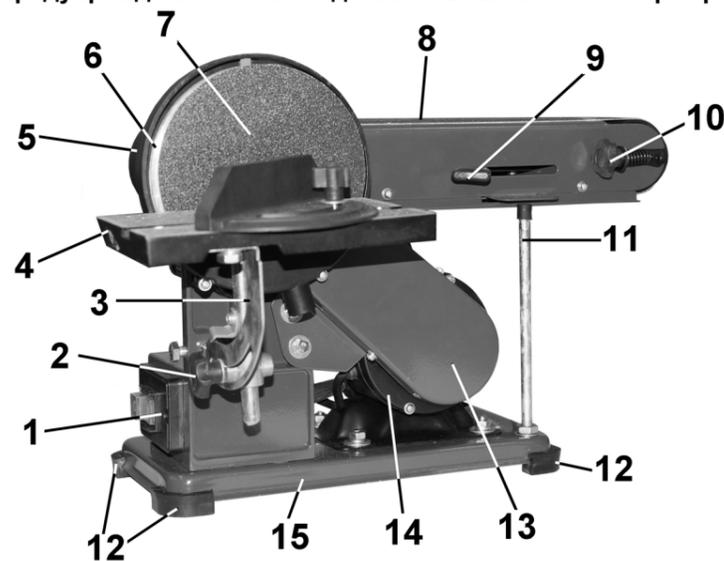

Рис. 2
### 12.1. Смена и регулировка шлифовальной ленты (Рис. 2)
12.1.1. При необходимости установки новой шлифовальной ленты (31) переместите рукоятку (9) в сторону ведомого ролика шлифовальной ленты. Когда шлифовальная лента (31) ослабнет, снимите старую шлифовальную ленту и замените ее новой. Переместите рукоятку (9) в сторону ведущего ролика шлифовальной ленты. Проверьте правильность установки шлифовальной ленты (31) вращением ее вручную в направлении ведущего ролика. Если траектория шлифовальной ленты (31) проходит не по центру, отрегулируйте ее вращением винта регулировки (10), Рис.2. При включении станка шлифовальная лента (31) должна находиться в средней части роликов.
12.3.1. Демонтируйте шлифовальный диск (6) и защитный кожух (5), Рис.3, и кожух ремня (13), Рис.2.
12.3.2. Ослабьте четыре болта крепления двигателя к станине (15), Рис.2.
12.3.4. Отрегулируйте натяжение нового ремня и затяните болты крепления двигателя к станине (15), Рис.2.
12.3.5. Установите и закрепите кожух ремня (13), Рис.2. Установите шлифовальный диск (6) и защитный кожух (5), Рис.3.
Установите четыре резиновые опоры (18), Рис.3, на углы основания (15), Рис.2. Установите станок на горизонтальную ровную и устойчивую поверхность верстака, исключив возможность опрокидывания станка при работе.
Ослабьте две фиксирующие гайки (34), как показано на Рис.7 и установите стол шлифовальной ленты (8), Рис.2, на нужный угол от 0° до 90°. Положение надёжно закрепите фиксирующими гайками (34).